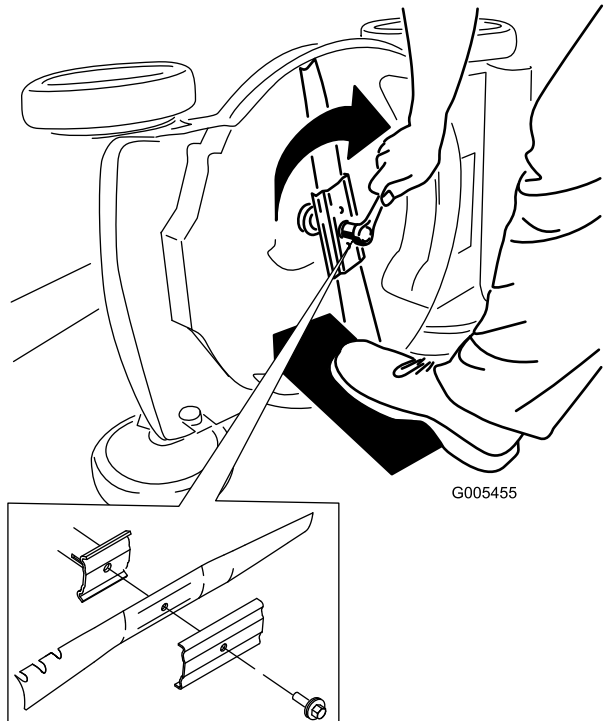

Bild 31
5. Setzen Sie das neue Messer und alle Schrauben auf (Bild 31).